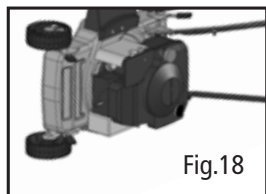
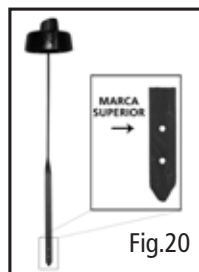

Fig.18
Fig.20
- ❶ Para efetuar a troca de óleo, o tanque de combustível deve estar vazio. Para esvaziar o tanque de combustível, deixe o motor ligado até que ele desligue por falta de combustível.
- ❷ Remova a vareta de medição do óleo e incline o cortador de lado até o óleo sair. Obs: A retirada do óleo é feita pelo mesmo local de abastecimento e deve ser coletado num recipiente [Fig. 18].
- ❸ Coloque o cortador numa superfície plana.
- ❹ Reabasteça com **600 ml** de óleo **SAE 20W50**.
- ❺ Verifique o nível de óleo com a vareta sem rosquear. O nível do óleo deverá estar na marca superior da vareta [Fig. 20].
- ❻ Recoloque e rosqueie a vareta.